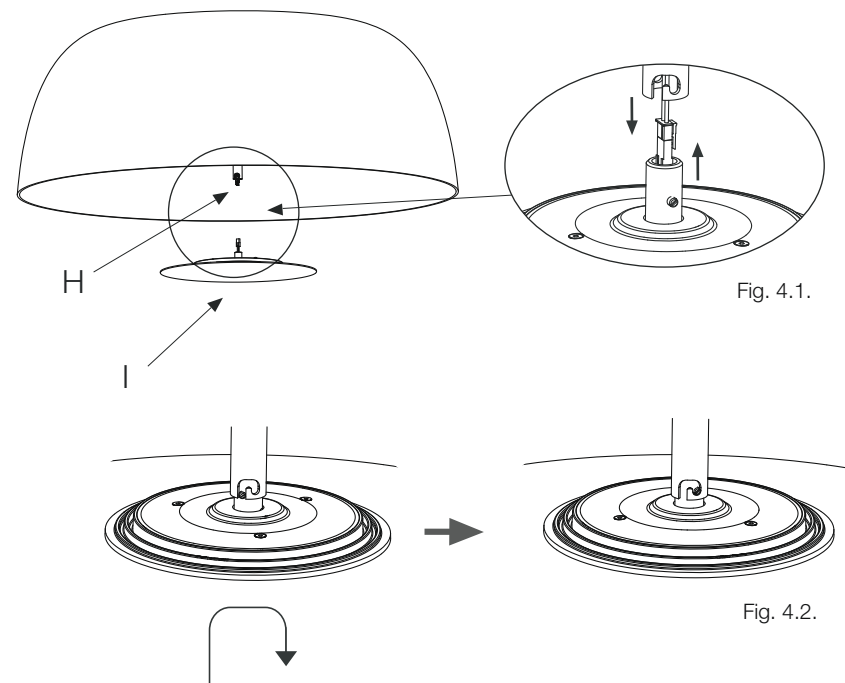

Fig. 4.1.
4. Clipar el conector del grupo eléctrico (H) con el conector del plato de leds (I) como se muestra en la Fig. 4.1. y fijar el plato de leds realizando un giro de bayoneta como se muestra en la Fig.4.2.
4. Clip the connector on the regulator box (H) to the connector on the LED plate (I) as shown in Fig. 4.1, and secure the LED plate by twisting it as shown in Fig. 4.2.
4. Fixez le connecteur du groupe électrique (H) au connecteur de la plaque à LED (I) comme indiqué à la Fig. 4.1. et fixez la plaque à LED avec une rotation à baïonnette comme indiqué à la Fig.4.2.
4. Klemmen Sie den Steckverbinder der Reglerbox (H) mit dem Steckverbinder der LED-Platte (I) wie in Abb. 4.1 gezeigt ein und befestigen Sie die LED-Platte durch eine Bajonett-drehung, wie in Abb. 4.2 gezeigt.